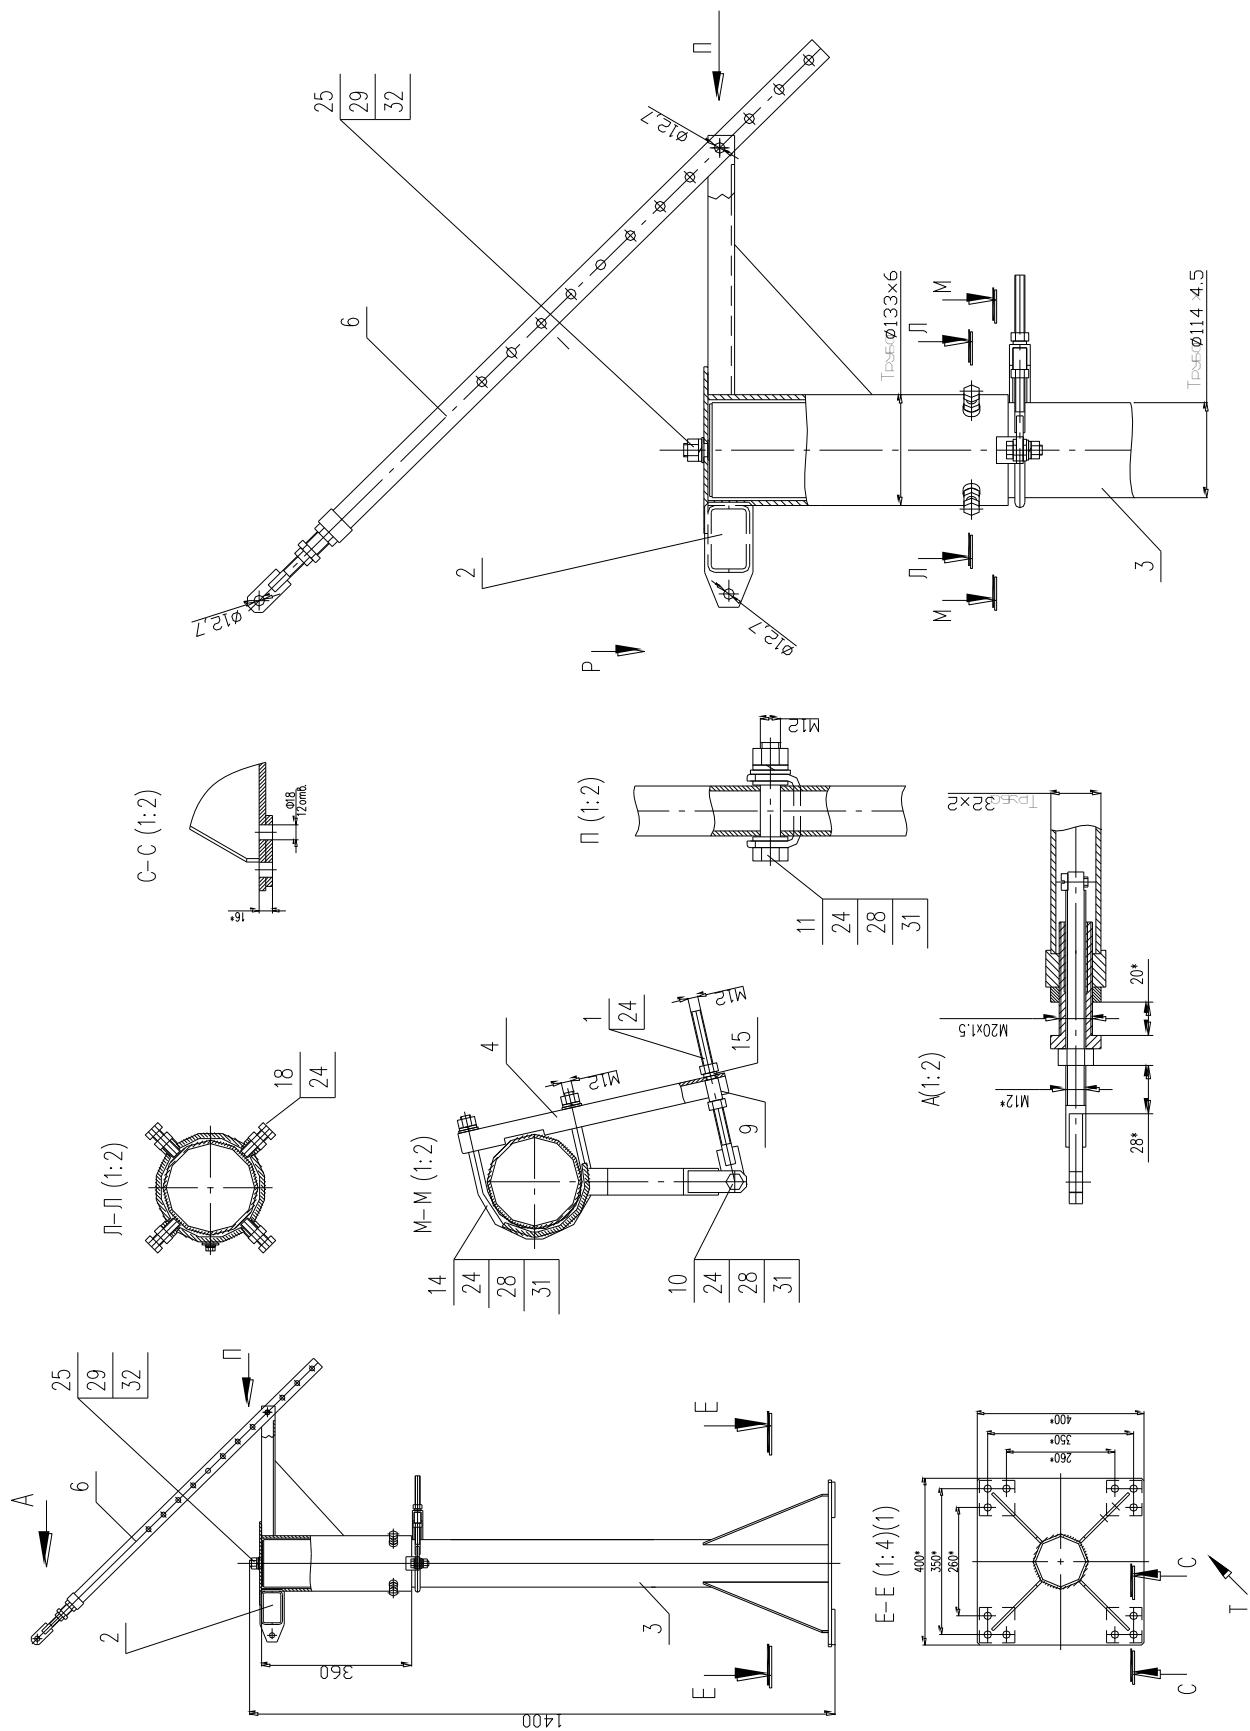

Рис.3
1. Отвернуть гайку М16 (поз.25) на оси стойки, смазать ось « Циатим-2001». Вывернуть 4 болта М12 (поз.18) на опорно-поворотном устройстве (ОПУ) и надеть его на стойку. Проверить вращение опоры на столбе, опора должна вращаться на 360° без заеданий. Закрепить опору на столбе гайкой М16 согласно (Рис. 3).
5. Установить тягу угломестную согласно (Рис.3).. Закрепить спецболтом M12 (вид. П). Регулировка тяги производится за счёт вращения гайки на конце тяги (Рис.3 Вид А).